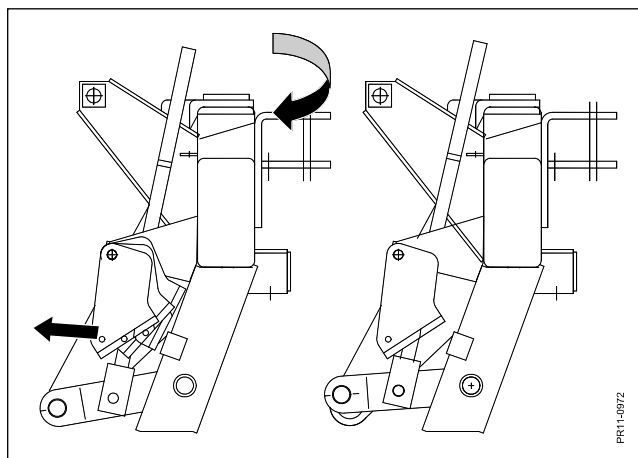

Fig. 3-12
- Fig. 3-12 1) Inden maskinen svinges fra arbejdsstilling og bagud aktiveres parkeringslåsen med snoretrækket.
- Fig. 3-12 1) Inden udliggeren sænkes til arbejdsstilling aktiveres parkeringslåsen med snoretrækket.